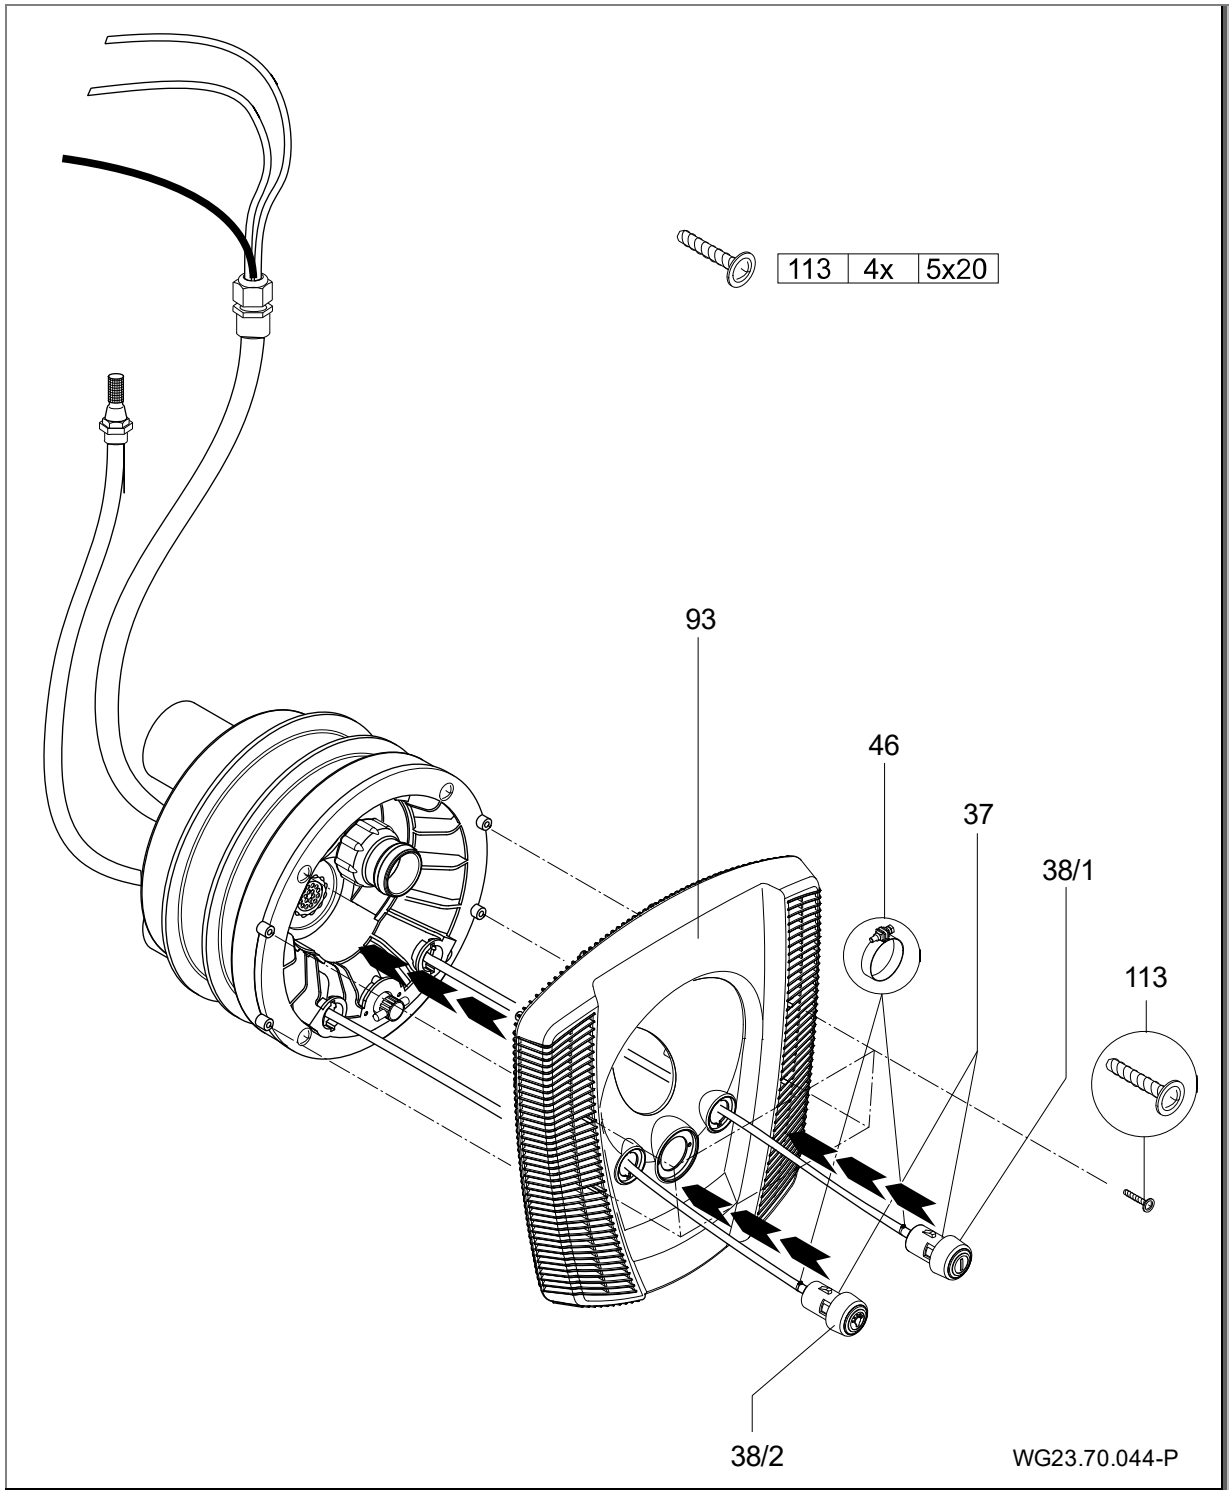

Fig. 18
6. Faire passer les flexibles pneumatiques à travers les ouvertures du cache (93) ; éclairage MARCHE / ARRÊT gauche ; pompe MARCHE / ARRÊT droite ; et fixer aux boutons-poussoirs correspondants à l'aide des pinces pour flexibles (46). (Fig. 18)